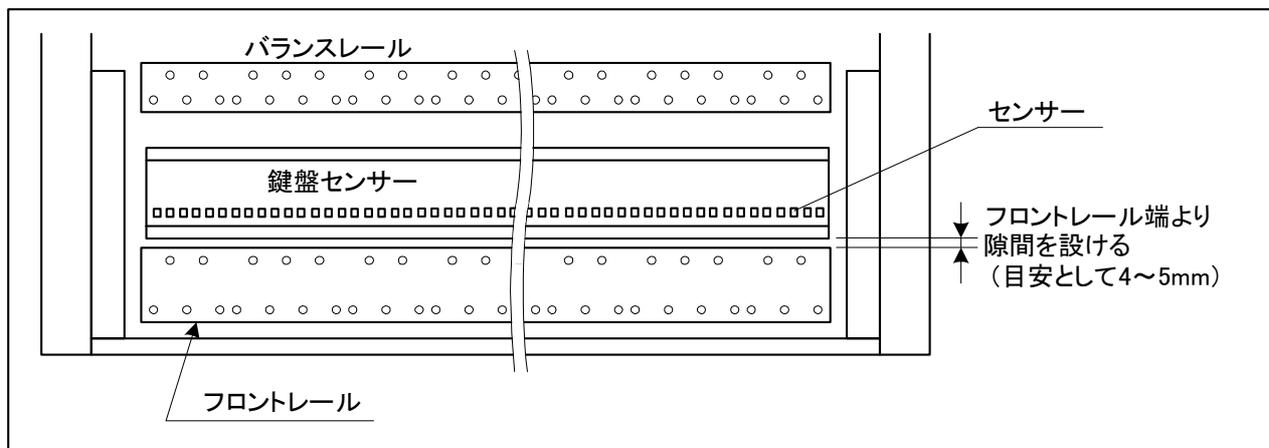

図4.2-2 鍵盤センサーの取り付け
- (1) 箎をピアノから引き出して、アクションと全ての鍵盤を取り外す。
- (2) 図4.2-2の様に、センサー側を手前にして、フロントレールとバランスレールの間に鍵盤センサーを載せて、フロントレールの端より目安として4~5mmの隙間を設けた位置に設置する。フロントレールの近くに障害物等がある場合は、可能な限りフロントレール寄りに設置する。